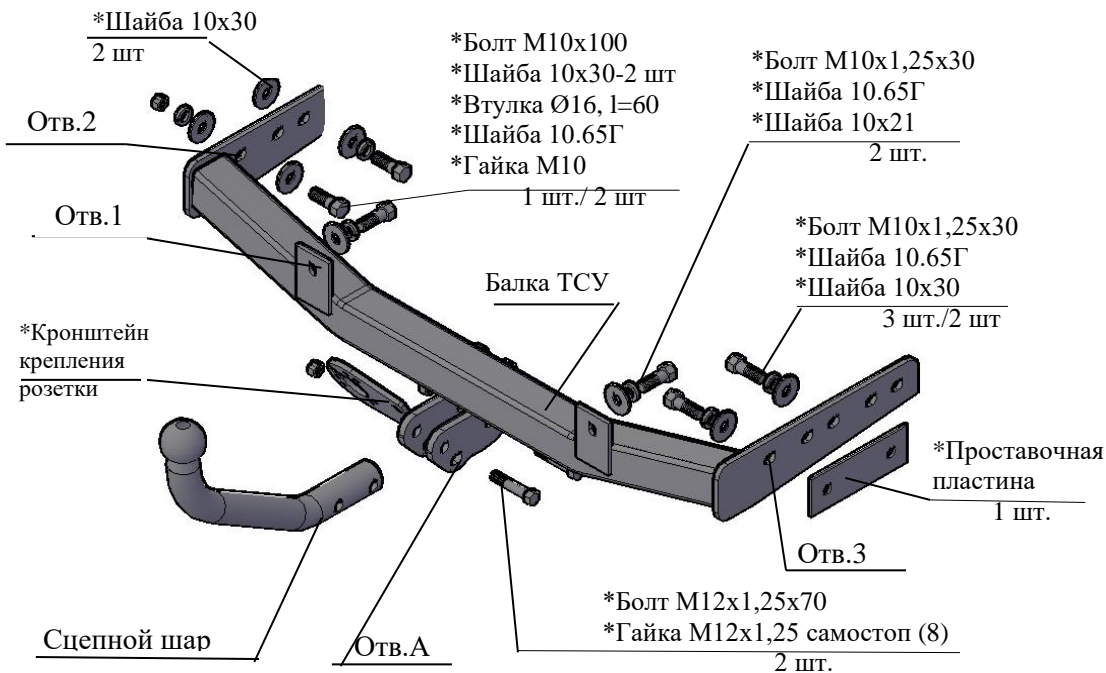

Рис.1 Тягово-сцепное устройство ТСУ 2191.
2.1 ТСУ 2191 в сборе (рис.1)	1 шт.
2.2 Пакет с комплектующими (см. рис.1)	1 шт.
4.2 Приложить ТСУ к местам крепления на а/м и просверлить отверстие Ø11 в точке “2” (при необходимости) и “3” (отверстие “3” только для Лада Гранта седан 2018 модельного года) в лонжероне насквозь, используя ТСУ как кондуктор. С внутренней стороны рассверлить отверстие до Ø17 (под втулку Ø16, втулка на рис.1 условно не показана).
4.3 Закрепить ТСУ через отверстия “1” к кузову автомобиля, не затягивая крепеж (соответственно рис.1).